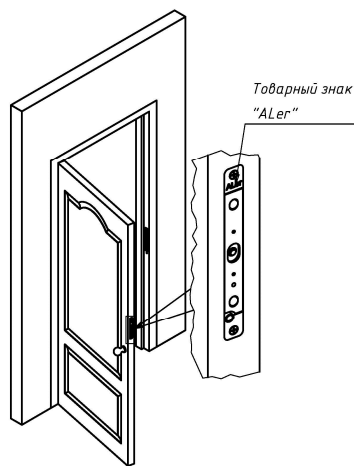
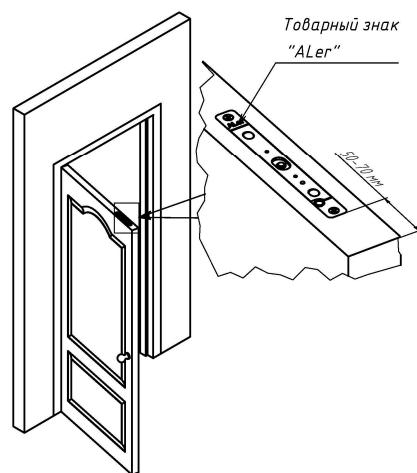

Рисунок 2 – Установка замка в вертикальном варианте
Рисунок 3 – Установка замка в горизонтальном варианте
6.1 Корпусная часть замка AL-250SM монтируется в дверную коробку, якорная часть - в дверное полотно. Замок в вертикальном варианте установки монтируется в среднюю часть двери (рисунок 2), замок горизонтального варианта устанавливается в верхней части двери (рисунок 3). Габаритные размеры якорной и корпусной частей замка приведены на рисунках 5 и 6.
6.2 В состоянии поставки замок предназначен для монтажа в горизонтальном положении в верхней части двери (рисунок 3).
Якорная часть при вертикальной установке замка должна быть сориентирована в гнезде по установочной метке в виде товарного знака «ALeg» направлением вверх (рисунок 2), для горизонтального варианта установки знак «ALeg» на якорной части должен ориентироваться в сторону оси поворота двери (рисунок 3).